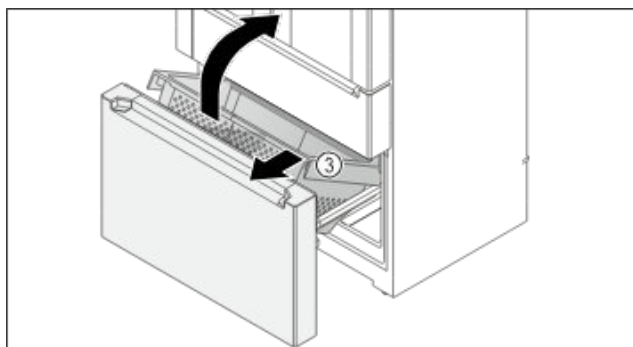

Fig. 149
- ▶ Підніміть контейнер Fig. 149 (3) спереду.
- ▶ Вийміть контейнер Fig. 149 (3) під кутом уперед.